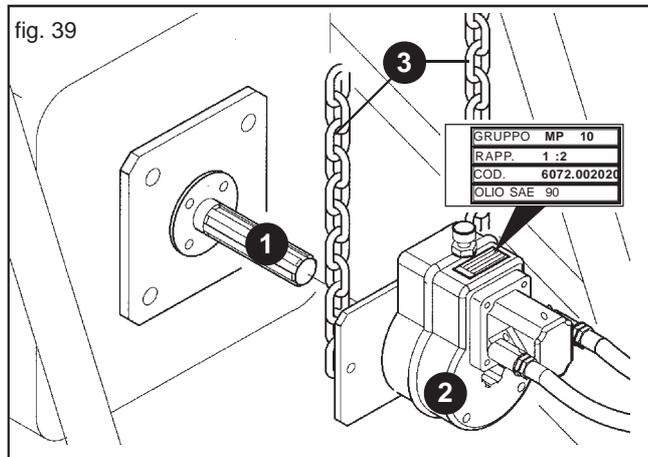

fig. 39
Bei abgeschaltetem Motor und stabil gebremstem Schlepper alle Schnellkupplungen einstecken. Die Zapfwelle des Schleppers (1, Abb. 39) säubern und mit Fett schmieren. Das Getriebe (2) wie in Abb. 39 gezeigt auf die Zapfwelle des Anbaugeräts aufstecken. Die korrekte Kopplung überprüfen und die Drehung des Übersetzers mit den beigeestellten Ketten sperren (3, Abb. 39), indem diese an ein festes Teil des Schleppers angeschlossen werden.